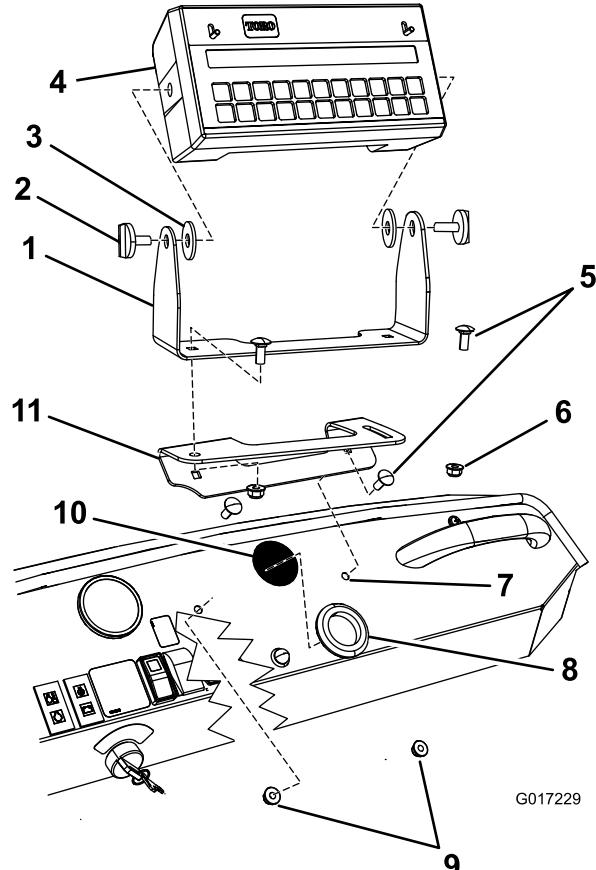

図 2
- 付属部品の中にある取り付けブラケット（湾曲したスロットがついている）を探し出す。このブラケットをダッシュボードに取り付けて固定する； キャリッジボルト (5/16 x 3/4 インチ) 2本とロックナット (5/16 インチ) 2個を使用する（図 2）。
7. ハンドノブ2個を使ってコンピュータコンソールを、回転ブラケットに取り付ける（図 2）。
8. このブラケットをダッシュボードに取り付けて固定する； キャリッジボルト（5/16 x 3/4 インチ）2本とロックナット（5/16 インチ）2個を使用する（図 2）。